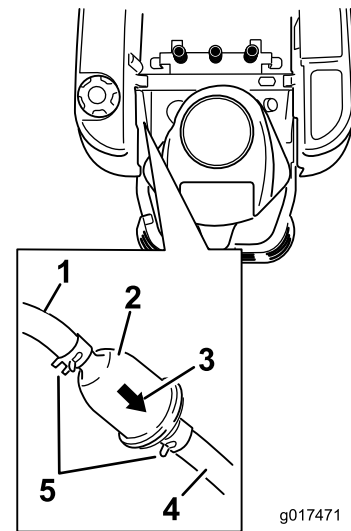

Figura 36
3. Localice el filtro de combustible en el lado izquierdo del motor, según se muestra en Figura 36.
4. Apriete los extremos de las abrazaderas y deslícelas por el tubo alejándolas del filtro (Figura 36).
6. Instale un filtro nuevo – la flecha que indica el sentido de flujo debe apuntar hacia el motor. Acerque las abrazaderas al filtro (Figura 36) para sujetar éste.